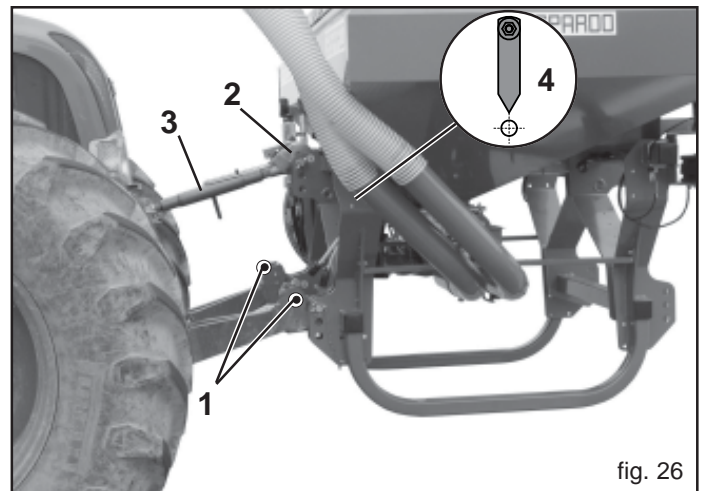

fig. 26
- 1) Agganciare le barre del sollevatore sui perni predisposti (1, Fig. 26). Bloccare con le spine a scatto.
- 2) Collegare il terzo punto superiore (2, Fig. 26); la spina va bloccata con l'apposita copiglia; mediante il tirante di regolazione (3, Fig. 26) fare in modo che l'attrezzatura sia perpendicolare al terreno (4).